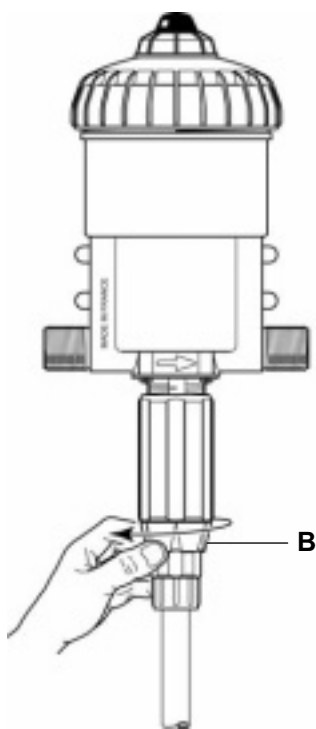

Рис. 8
- Отвинтите стопорное кольцо (см. Рис. 8-B).
- Снова затяните стопорное кольцо (см. Рис. 8-B).